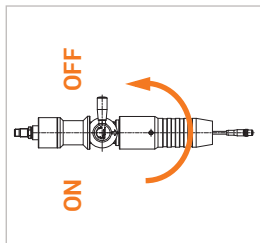

Abbildung 16
- ▶ Drehen Sie den Betätigungshebel (Pos. 3) der Füllkupplung um 180° in die OFF-Position (*Abbildung 16*).